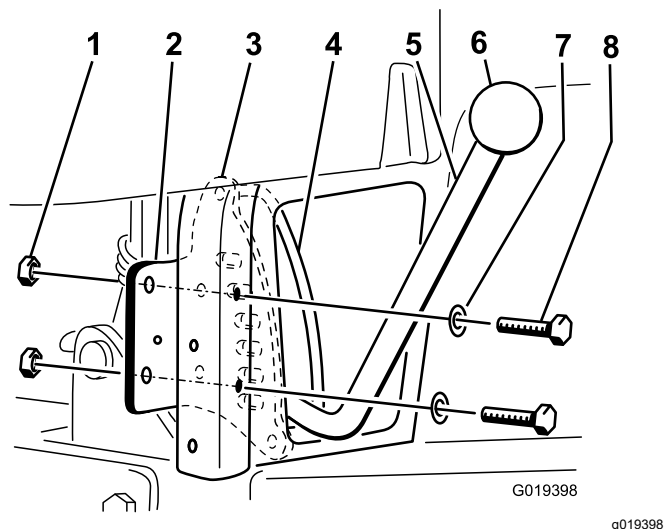

图 3
注意 手柄应从止动板和手柄导轨之间穿过图 3。
7. 使用步骤 4 中拆下的 2 个螺栓 5/16 x 2-1/4 英寸、2 个垫圈和 2 个锁紧螺母 5/16 英寸将止动板安装到右后垂直机架管的背面。如图 3 所示调整零件位置。
8. 将旋钮拧到升降手柄上图 3。